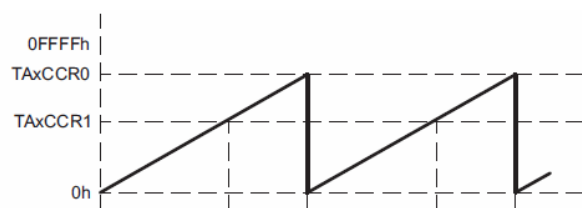

图3.3.2 增计数模式
- 增计数模式（01）：设置 MCx=01，主定时器将工作在增计数模式下。与连续计数不同的是，CCR0 模块可以提前将 TAR 寄存器清零。如图 3.3.2 左侧所示，当 TAR 的值与 TACCR0 预设值相等时，TAR 被强迫清零。时钟表盘只能在灰色区域活动。